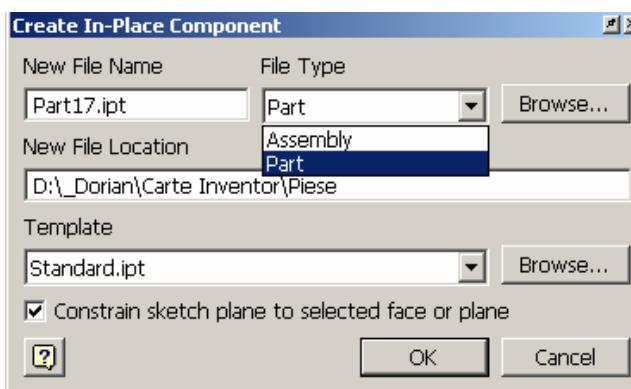

Figura 1.7.4.
- se va deschide fereastra **Create In-Place Component**, figura 1.7.4, unde se vor completa informațiile asociate noii componente: